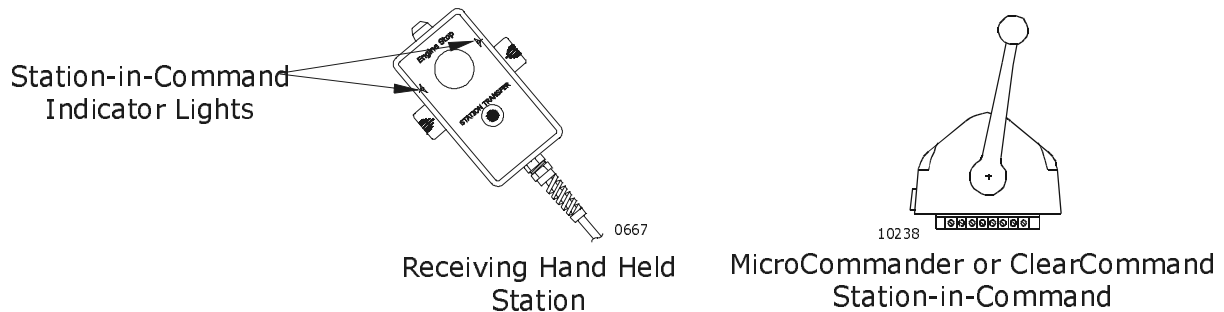

Abbildung 9: Steuerstands-Umschaltung
- B) Begeben Sie sich zum Handgerät-Steuerstand. Siehe Abbildung 9:.
- E) Die roten Kontrolllampen auf dem Befehls-Steuerstand neben dem bzw. den Kontrollknöpfen am Handgerät leuchten auf, um anzuzeigen, dass das Kommando auf das Handgerät übertragen wurde. (Zur Lage der Kontrolllampen siehe Abbildung 9:).